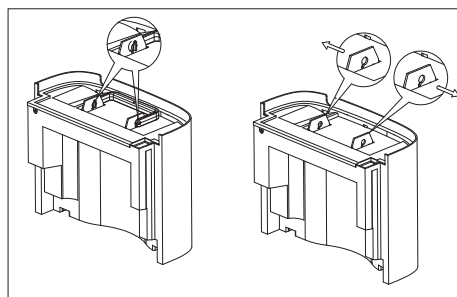

Fig. 5 – Retirada de la tapa
- ▶ Mueva el asa de transporte de tal modo que pueda extraerla de su anclaje (**véase Fig. 5**).